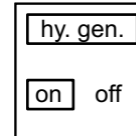

Fig. 32: Ecran de vizualizare hidrogenare
- Hidrogenarea trebuie să fie activată în **„Fig. 32: Ecran de vizualizare hidrogenare”**.